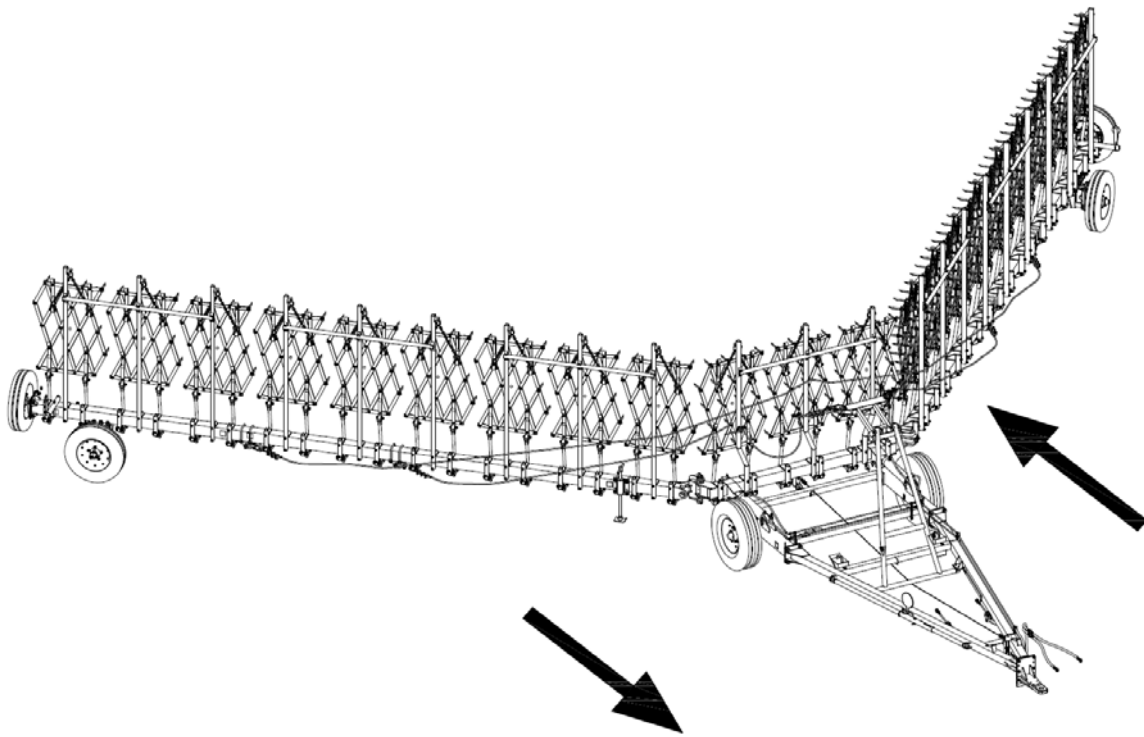

Рис.16 Маневр для перевода борны в транспортное (рабочее) положение.
7.4.3 Движением трактора вперед (рис.16) перевести боковые балки вместе с боронами в транспортное положение (параллельно ходу трактора).